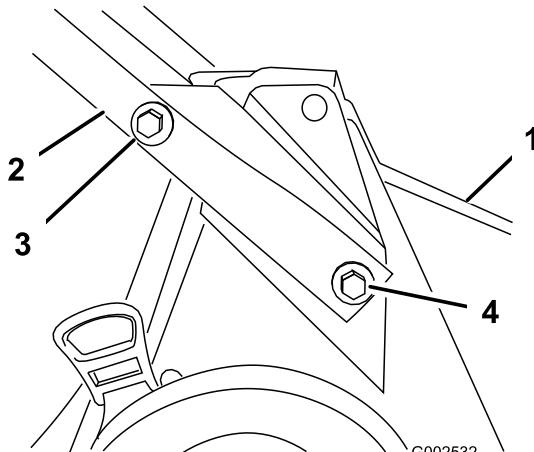

Figura 3
- Monte el manillar en la carcasa del cortacésped con 2 pernos (5/16 x 7/8 pulg), 2 pernos (5/16 x 1-1/2 inches), 4 arandelas y 4 contratuercas (Figura 3).